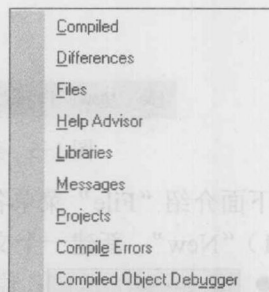

图 1-9 “Workspace Panels” 菜单子项
2) “Workspace Panels”: 包含如图 1-9 所示的子项，它用于工作窗口面板的显示控制，选择其中子项，将会显示对应的工作窗口面板。